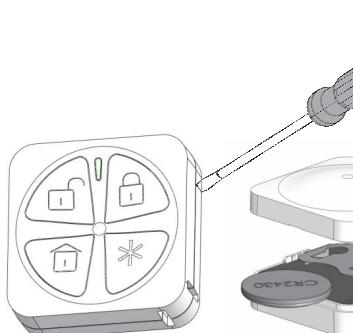

Figure 1
1. Using a small screwdriver open the Keyfob / Remote Control (see Figure 1).
1. À l'aide d'un petit tournevis, ouvrez la télécommande (voir Figure 1).